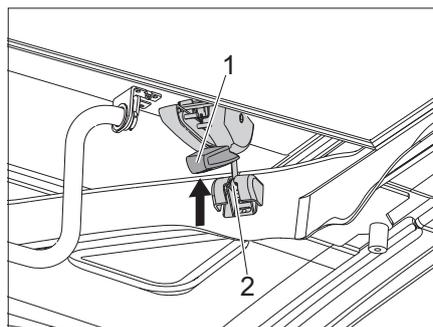

Bild 52 Verriegelung spannen
- ▷ Vor Fahrtbeginn prüfen, ob die Verriegelungshaken der Verriegelungen (Bild 52,1) links und rechts korrekt spannen. Bei Bedarf nach Anleitung des Herstellers SCA die Verriegelung einstellen.
- Bolzen (Bild 52,2) in die Aufnahme schieben.
- Verriegelungen (Bild 52,1) links und rechts nach oben drücken.
- Prüfen, ob der Bolzen (Bild 52,2) kein Spiel aufweist.